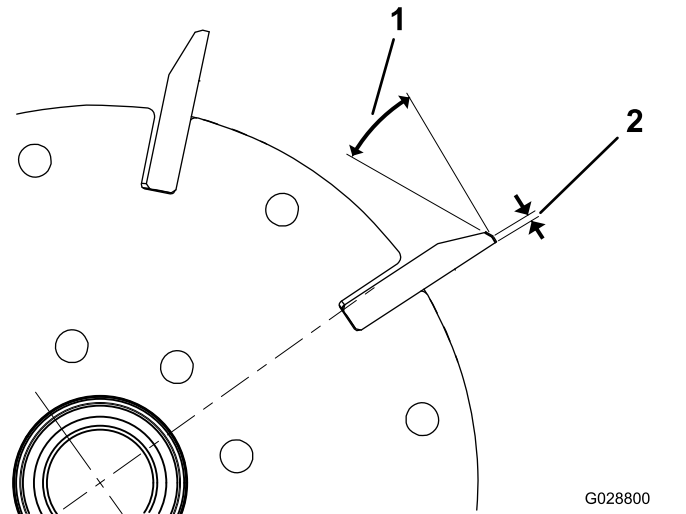
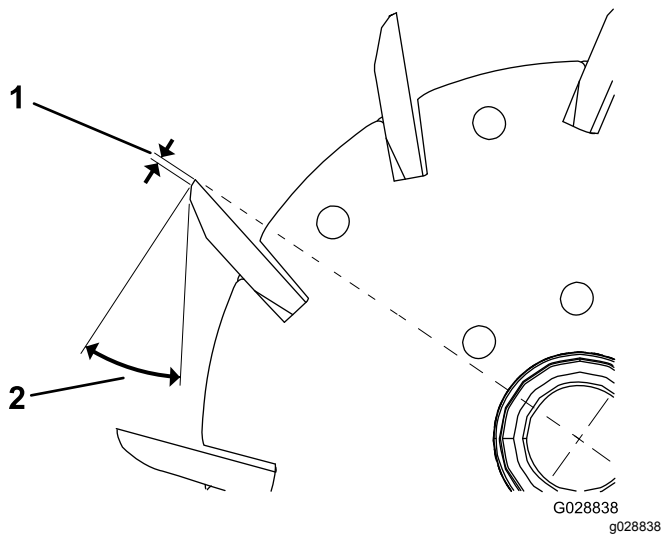

Bild 23
Bild 24
1. Tragen Sie einen Nachschliff von 30 Grad auf alle Messerspindeln auf, bis die Kante 1,3 mm breit ist (**Bild 23** und **Bild 24**).